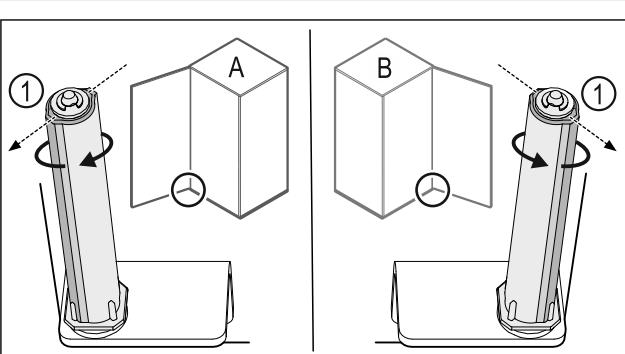

Fig. 50 Opritorel din stânga (A) / opritorul din dreapta (B)
► Rotiți sistemul de închidere până la rezistență, până când pragul sistemului de închidere *Fig. 50 (1)* este orientat spre exterior.